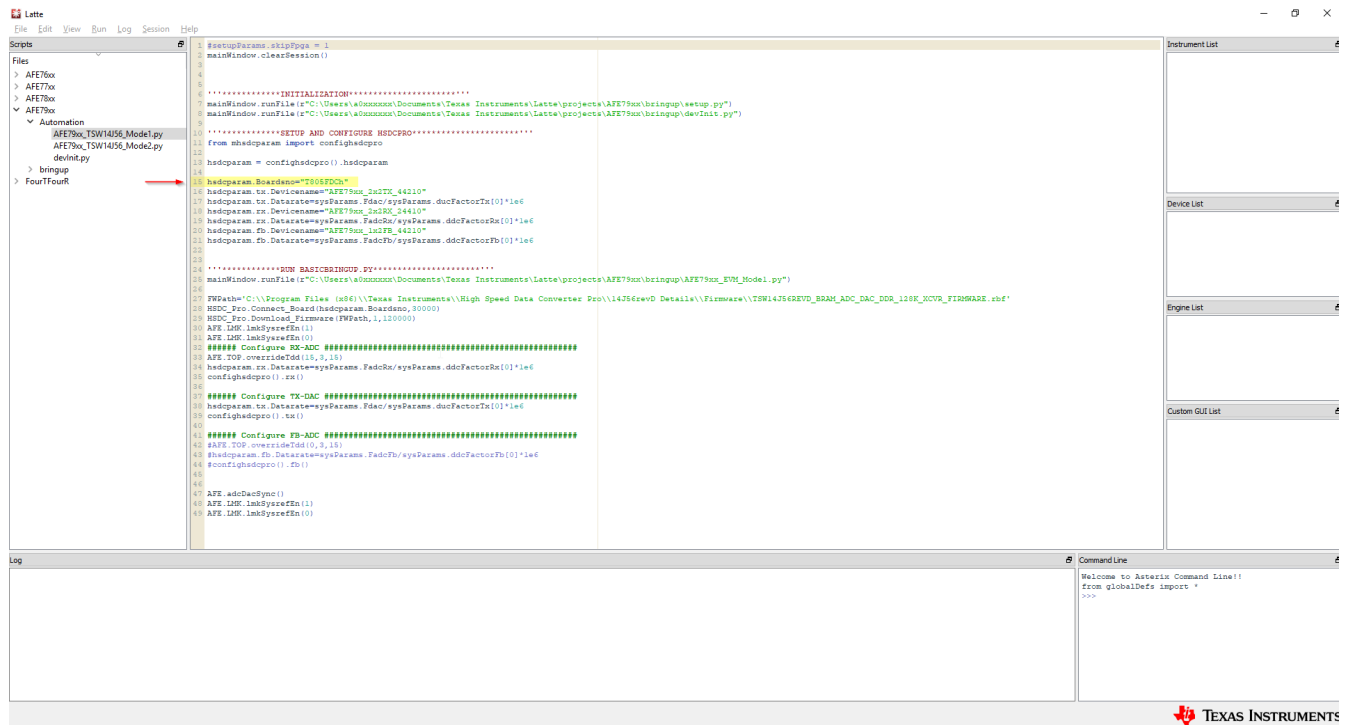

图 4-5. TSW14J56 EVM 序列号位置
8. 如图 4-5 所示，根据突出显示的位置输入 TSW14J56 EVM 的序列号。